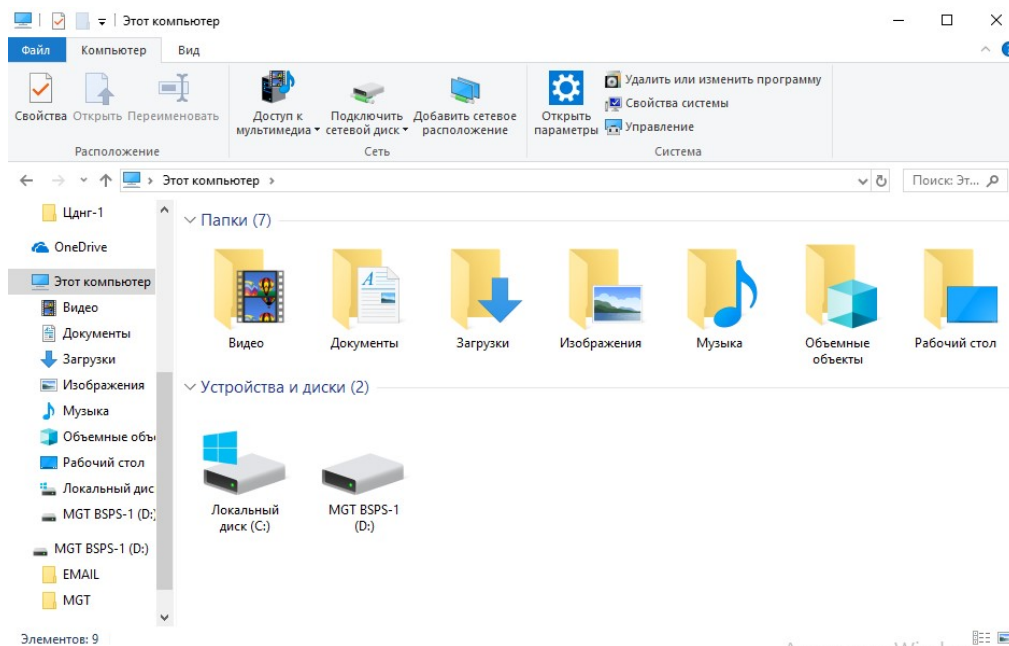

рис.3
3. Открыть диск "MGT BSPS-1" (рис. 3).